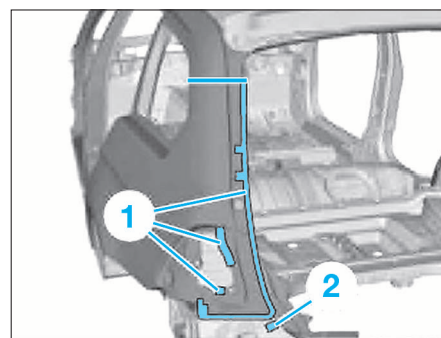

FIG. 25
- Meuler les brasures dans la zone (2) (Fig.25).